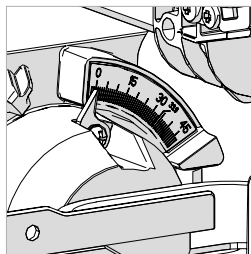

Fig. 47
- Inclíne la cabeza de corte en el ángulo requerido. Se proporciona una escala de ángulos como ayuda para el ajuste. (**Fig. 47**)